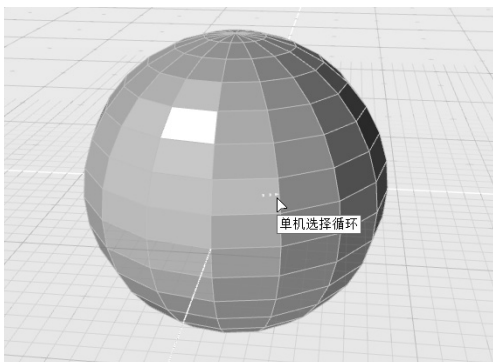

图 6-34 将鼠标光标移动到该面的某一个箭头上
4) 选中一个方向的箭头, 此时出现提示“单击选择循环”, 如图 6-34 所示。